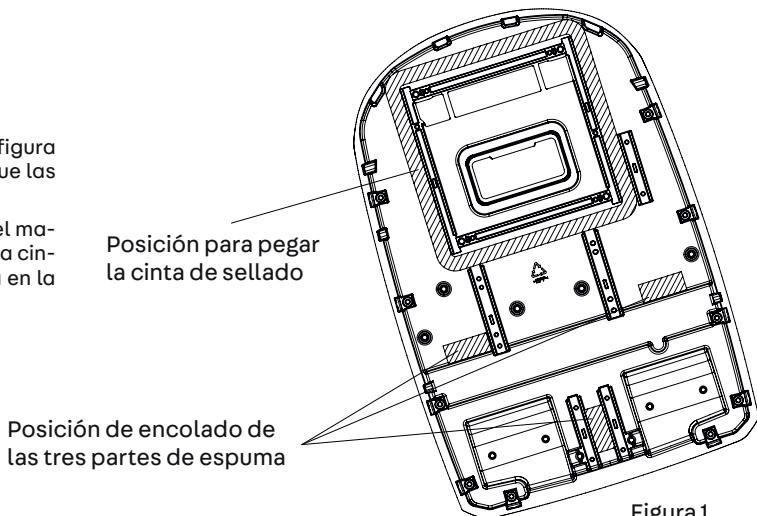

Figura 1
1. Antes de pegarla, limpie las superficies adhesivas (ver figura 1) del marco de la unidad exterior para asegurarse de que las superficies adhesivas están limpias.
2. Tome la cinta de sellado y las tres piezas de espuma del material, retire el papel de la superficie adhesiva y alinee la cinta de sellado y las piezas de espuma como se muestra en la figura 1.